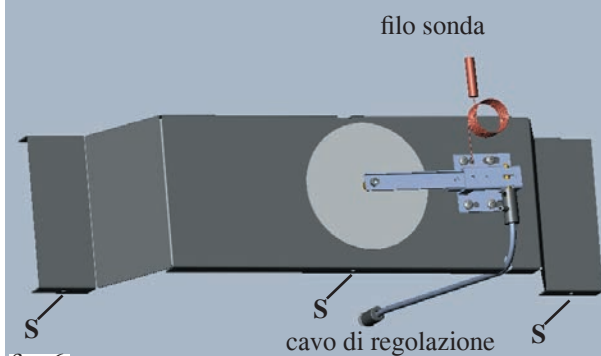

fig. 6
- Installare la valvola termostatica già preassemblata sulla piastra di fissaggio (fig. 6 - pag. 11).